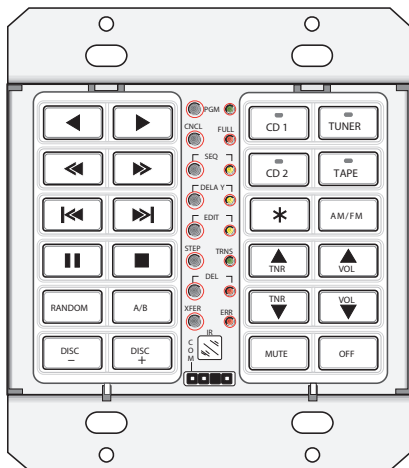

図2 2連構成時のボタン配置例
7. 全てのボタンが図2のように割り当てられましたらそれらをKM4とKM1Fモジュールシェルに組み込み、完成したモジュールシェルをPM110に差し込みます。